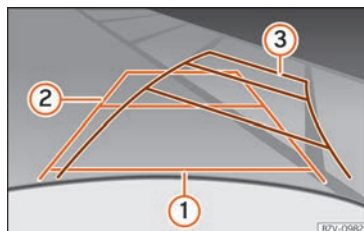

Fig. 255 Pantalla: líneas de orientación del espacio para aparcar detrás del vehículo.
Significado de las líneas de orientación proyectadas en la pantalla » **fig. 255**. Todas las longitudes de las líneas de orientación toman como referencia a un vehículo situado sobre una superficie horizontal.
- Dé marcha atrás lentamente y gire el volante de modo que las líneas amarillas de orientación le guíen hasta el hueco » **fig. 255** ③.